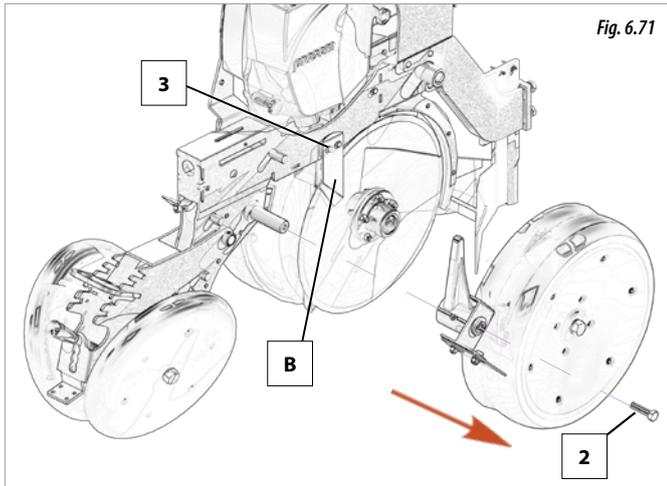

Fig. 6.71
- Les disques de semis (B, Fig. 6.71).
- 1- Démontez la roue de jauge en retirant la vis (2, Fig. 6.71).
- 2- Desserrez les vis (3, Fig. 6.71).